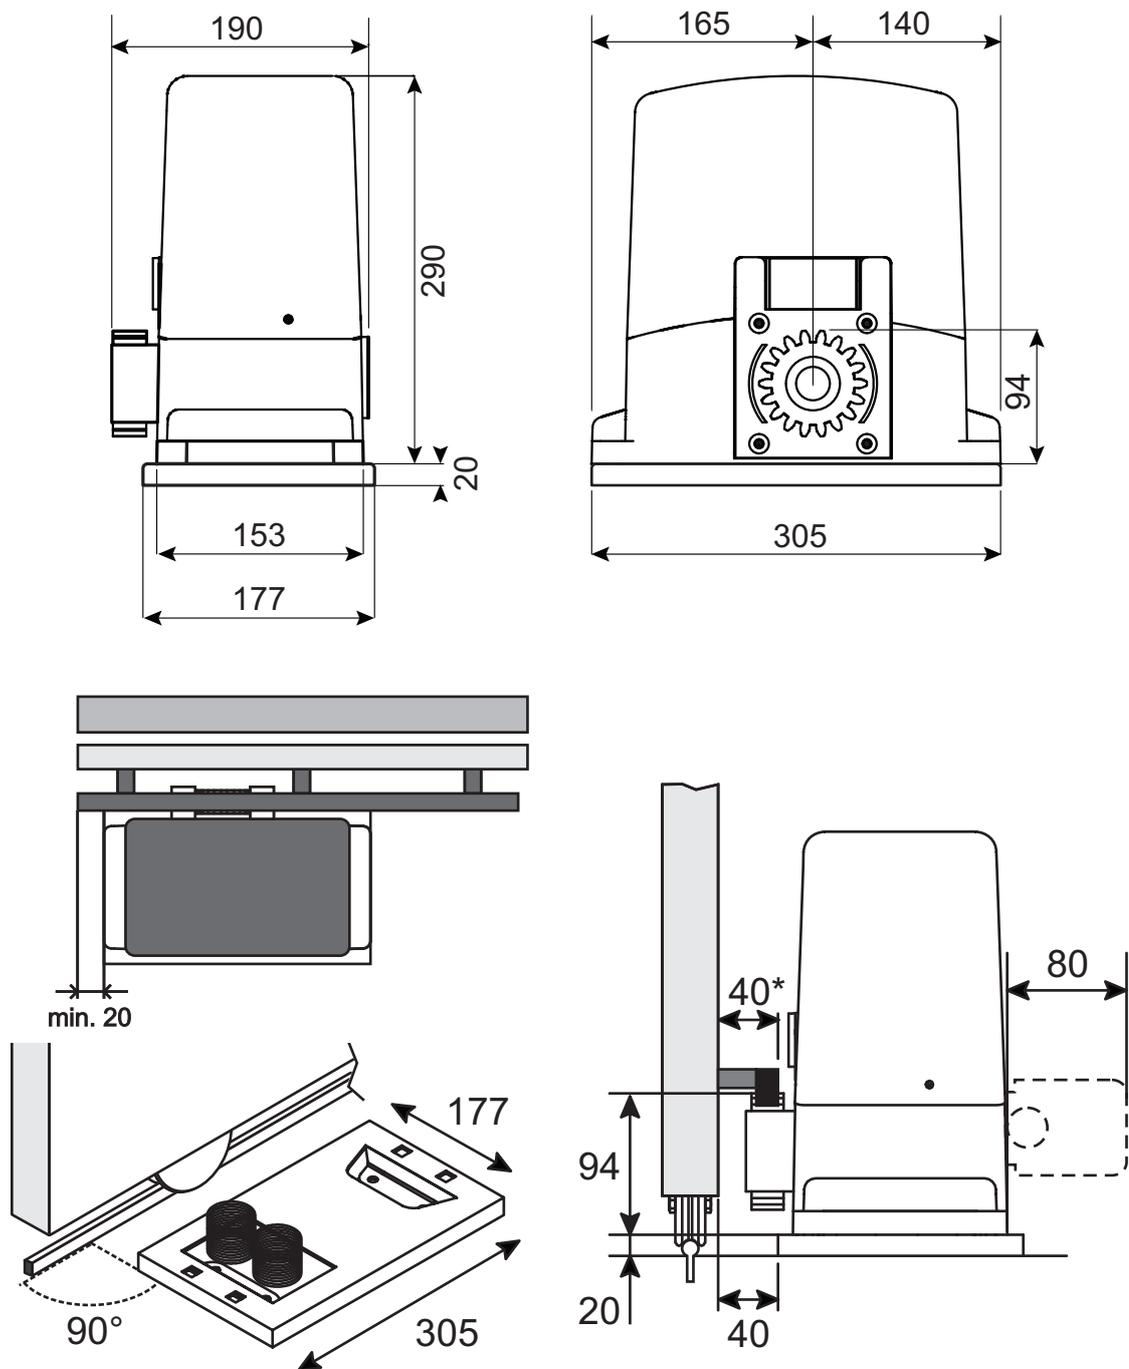

Bild 4. Abmessungen des Antriebs und empfohlene Montageabmessungen (mm).
**Die entsprechende Position des Gestells ist entscheidend für die spätere Montage des Antriebs selbst und für die Funktion des Tores.** Die erste Tätigkeit ist die Bestimmung des Abstands zwischen dem Drehpunkt der Zahnstange und der Ebene der Befestigung der Zahnleisten (Bild 4) und dann der Höhe der Gestellebene zu der Kante dieser Leisten. Diese Abmessungen können je nach Typ der Zahnleiste abweichen. Bevor die endgültigen Montageabmessungen festgelegt werden, ist es unbedingt zu prüfen, ob die Antriebsmontage möglich sein wird (entsprechend viel Platz für Montagewerkzeuge). Die Antriebe in den Toranlagen üben sehr große Kräfte auf das Gestell aus. Deswegen wird empfohlen, das Gestell nach der Bestimmung der besten Abmessungen direkt an die Tor konstruktion anzuschweißen. Bei Stein- oder Betonfundamenten ist das Gestell so zu befestigen, dass die Sperrstifte während der Funktion nicht lose werden.